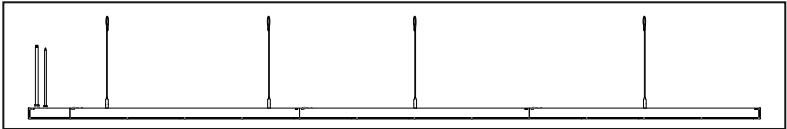

Рис. 2
- Внимание!** Второй и последующие приборы в линии крепятся на один стальной тросик входящий в комплект поставки (рис. 2).